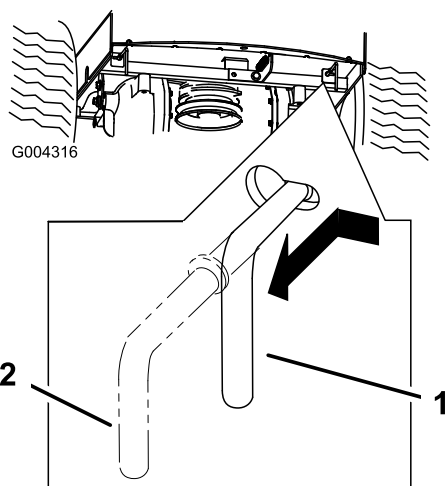

Figura 22
3. Mueva las dos palancas de desvío hacia dentro y empújelas hacia dentro, hasta que la arandela de la varilla pase por la ranura (Figura 22).
4. Empuje las palancas hacia fuera para bloquearlas (Figura 22).
Mueva las dos palancas de desvío hacia dentro y luego tire de las mismas hacia atrás por la ranura hasta que hagan tope (Figura 22). Empuje las palancas hacia fuera para bloquearlas.